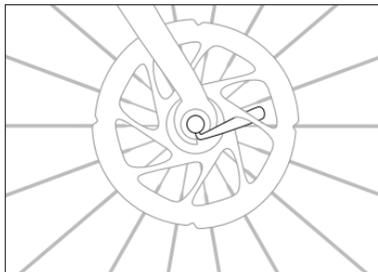

Рисунок 2.4
2. Затяните эксцентрик, убедившись, что он правильно установлен в пазах и закрыт. Если эксцентрик системы быстрого снятия не был закрыт правильно (на одной линии с нижним пером), рычаг может зацепиться за тормозной диск (рисунок 2.4).